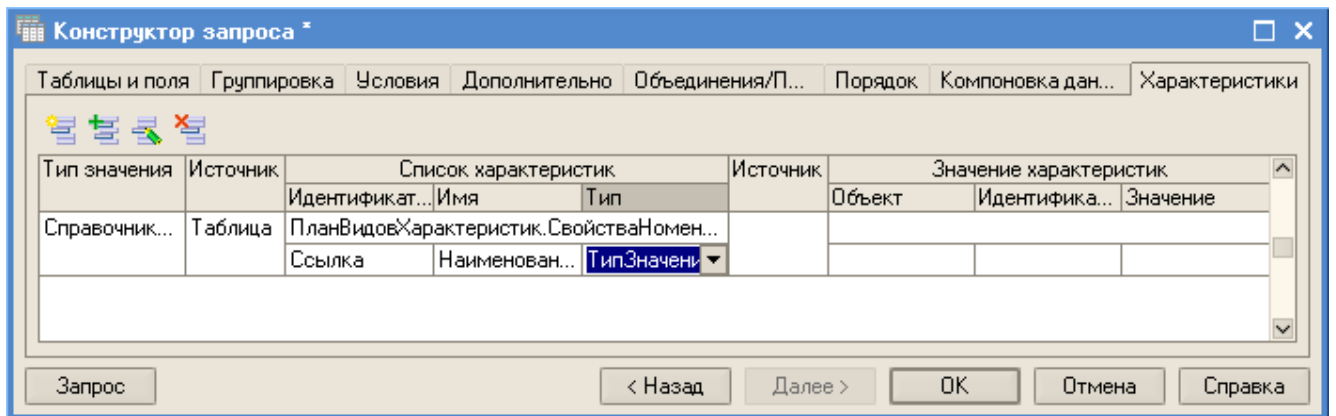

Рис. 144
- *Тип значения* - в этом поле следует указать тип поля, к которому будут относиться характеристики товара, таким полем является поле *НаборСвойств* регистра *ОстаткиТоваров*. Поэтому в качестве типа значения укажите *СправочникСсылка.ВариантыНоменклатуры* (рис.144);